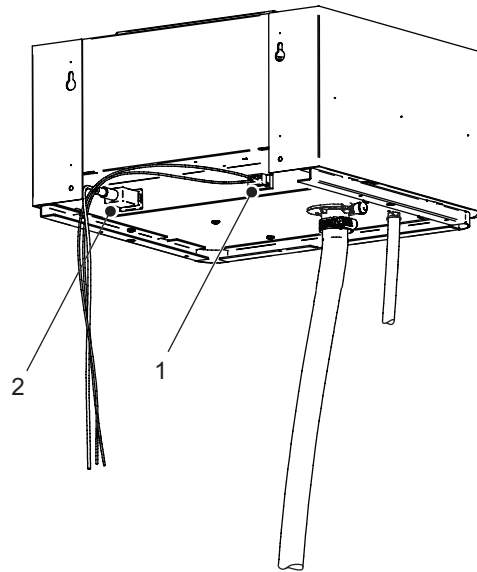

Figure 14 : Connexions électriques de l'unité de ventilation
- a. Enfiler le câble de raccordement au réseau et le câble de la boucle de sécurité (fourni) à la prise appropriée sur l'arrière de l'unité de ventilation (fourni). Consulter la Figure 14.